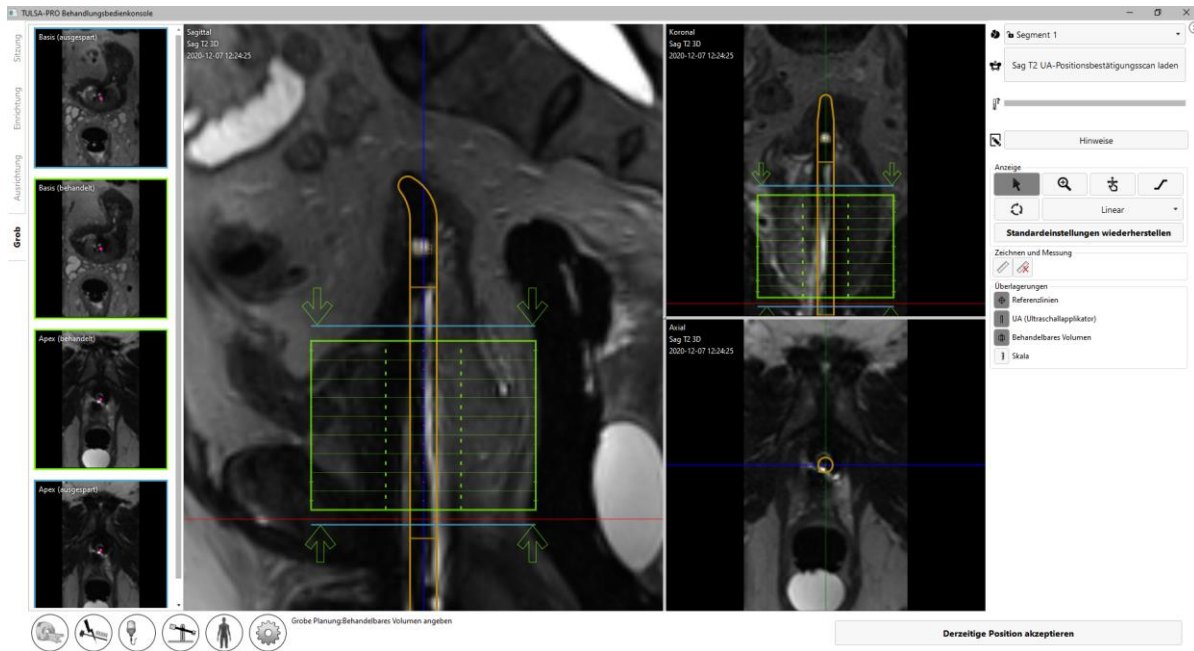

Abbildung 66: Arbeitsbereich „Grobe Planung“ in der TDC-Software
Der Radiologe passt auch durch Aktivieren bzw. Deaktivieren der relevanten Ultraschallelemente in der TDC-Software den Behandlungsbereich an. Bei der Feinabstimmung des Behandlungsvolumens erhalten Sie sofort eine Rückmeldung über die erwartete Ablationszone. Der Behandlungsbereich wird durch das grüne Rechteck hervorgehoben, das in den sagittalen und koronalen Ansichten gezeigt wird. Bereiche außerhalb der hellblauen Linie in den sagittalen und koronalen Ansichten sind anatomische Bereiche, die voraussichtlich vollständig von der Wärmekoagulation verschont bleiben (*Abbildung 66*). Der empfohlene Apex-Sicherheitsrand liegt am unteren Rand des grünen Rechtecks, dem 4-mm-Abstand zwischen dem Rand des grünen Rechtecks und der hellblauen Linie auf der Seite, die dem UA-Griff am nächsten und von der UA-Spitze am weitesten entfernt ist. Am oberen Rand des grünen Rechtecks, das der UA-Spitze am nächsten ist, muss die Anzahl der aktiven Sonderelemente an die Prostatabasis angepasst werden.
**HINWEIS:** Bei der Bestimmung der UA-Position ist der externe Harnröhrenschließmuskel zu identifizieren. Falls der externe Harnröhrenschließmuskel nicht identifiziert werden kann, sollte er unmittelbar neben dem Prostataapex liegend angenommen werden. Platzieren Sie die den Rand des Apex-Sicherheitsrands bezeichnende hellblaue Linie auf dem äußeren Harnröhrenschließmuskel (*Abbildung 66*).